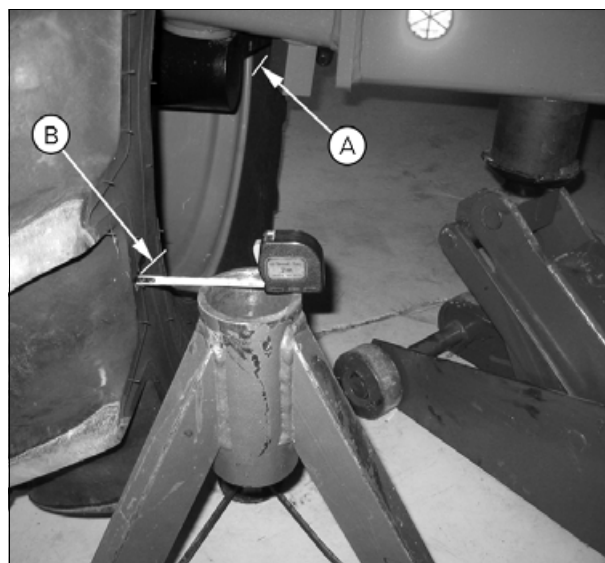

Рис. 11.
ПРИМЕЧАНИЕ: Перед выполнением измерений убедитесь, что колеса сбалансированы. Приподнимите каждое колесо над землей и измерьте биение вдоль всей окружности. Отметьте две точки (A) и (B), расположенные через 180° друг от друга, где отсутствует биение (рис. 11). Опустите колесо так, чтобы метки были расположены горизонтально.